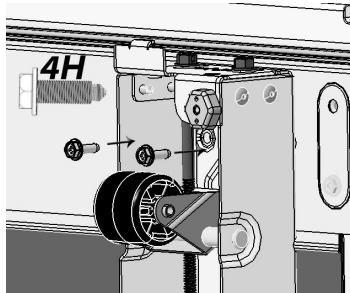

Fig. 5
- c. Con los pernos 4H del paso 1, ajuste la parte frontal del conjunto nivelador al refrigerador/congelador con un llave para tuercas de 5/16" (Fig. 5).